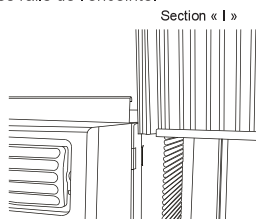

Fig. 2
B. Glissez directement la section « I » de l'extrémité libre du panneau dans l'enceinte, comme démontré à la fig. 2.